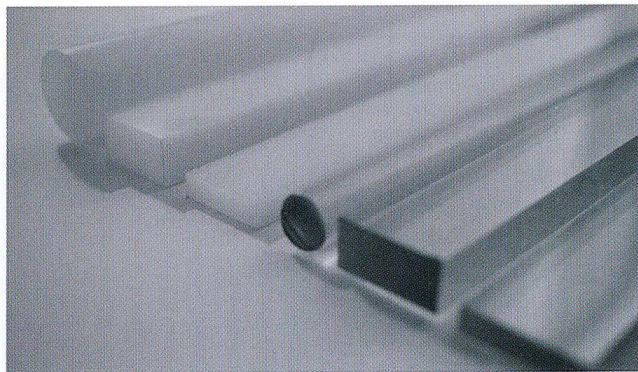

Bild 1. Die Ausgangsgeometrien sind Halbzeuge aus Polyethylen und Polycarbonat [3]
Amorphe Kunststoffe wie PC sowie teilkristalline Thermoplaste wie Polyethylen (PE) können durch den Umformprozess gebogen werden (**Bild 1**). Acrylstein (Typ: Corian; Hersteller: E. I. du Pont de Nemours and Company, Wilmington/USA) hat sich ebenso bewährt. Detaillierte Leistungsmerkmale und Hauptanwendungsgebiete finden sich in [3] und [4].